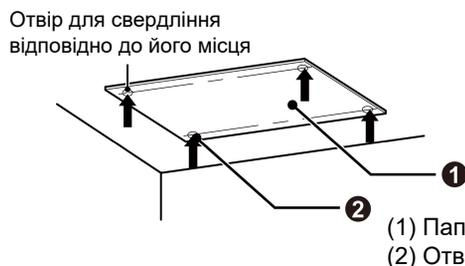
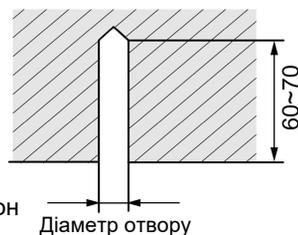

Рис.4.1.2
Рис.4.1.3
1) Приклейте паперовий шаблон на місце монотжу; просвердліть 4 отвори відповідно до їх місць на шаблоні, як показано на рис.4.1.2; діаметр отвору відповідає діаметру анкерного болта, а глибина становить 60-70 мм, як показано на рис.4.1.3.